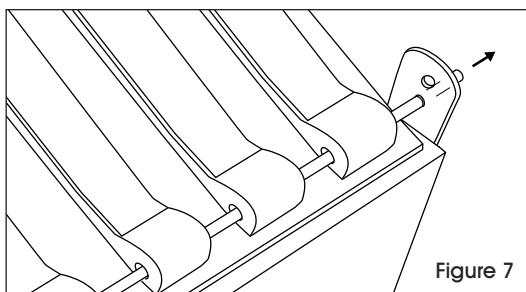

Figure 7
11. Glissez la barre de charnière dans le trou inférieur du support de charnière droit. (Voir Figure 7)